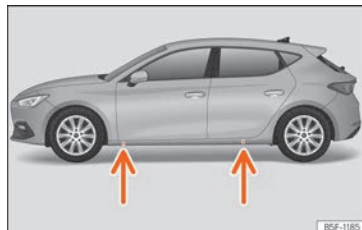

Abb. 45 Aufnahmepunkte für den Wagenheber.
- Suchen Sie am Längsträger die Markierung des Aufnahmepunktes für den Wagenheber (Eindrückung), die dem zu wechselnden Rad am nächsten liegt »» **Abb. 45**.